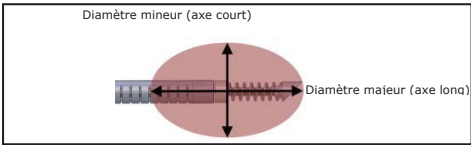

Figure 3 : Zone d'ablation et ses dimensions
14. Définir le niveau d'énergie sur le générateur à RF MetaSTAR au niveau souhaité afin de créer la diffusion thermique pour le diamètre majeur et mineur (voir la Figure 3). Se reporter au mode d'emploi du générateur à RF MetaSTAR pour le graphique des diamètres de diffusion thermique illustrant le diamètre majeur et mineur à différents niveaux d'énergie.